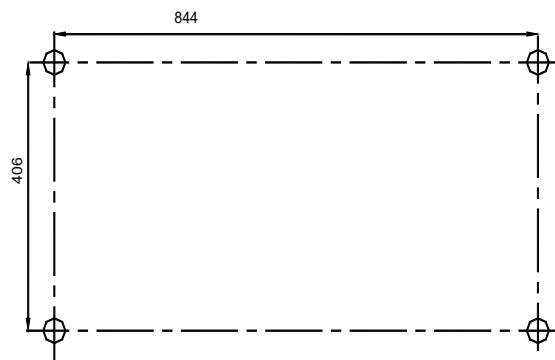

Рис. 3.
Кресло стоматологическое электромеханическое медицинское КСЭМ-05 поставляется с гигиеническим покрытием сиденья, спинки, подголовника. Управление креслом осуществляется посредством педали управления. Кресло рекомендуется крепить к полу с использованием крепежа М10 (см. рис.3.).
6.2. Рекомендуется основание кресла крепить к полу 6-тью анкерными болтами с Ø 10 мм через отверстия в основании кресла. Разметку крепления см. рис. 3.